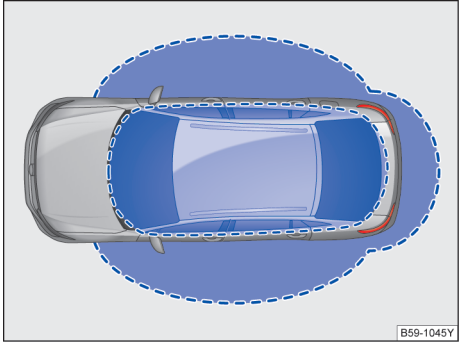
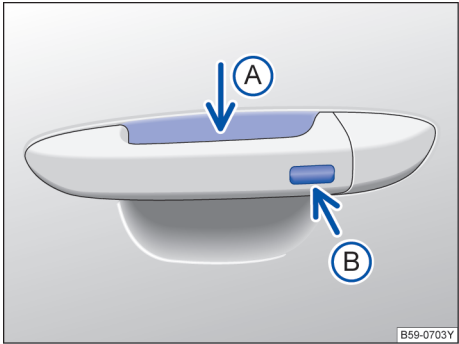

图 52 无钥匙进入闭锁/启动系统：工作范围
图 53 无钥匙系统 Kessy：车门拉手上的传感区
Kessy 是一种无钥匙系统，它可以实现在不操作遥控钥匙的情况下解锁或锁止汽车。操作者只需随身携带一把有效遥控钥匙，并处于车门或行李厢盖的有效感应区域内→ 图 52，同时触摸车门拉手上的传感区之一→ 图 53 即可实现。
如果有一把有效遥控钥匙在有效感应区域→ 图 52 内，则无钥匙系统 Kessy 会将访问权限授予该钥匙。紧接着可以在不主动操作遥控钥匙的情况下执行以下功能: ▶
- 触摸在驾驶员或副驾驶员车门拉手内侧的传感区→图 53 (箭头 A)。
- 触摸车门拉手上的传感区→图 53 (箭头 B) 一次。汽车锁止。
如果在行李厢盖的有效感应区域→图 52 有一把有效的遥控钥匙。
- 要便捷关闭所有电动车窗和天窗, 请用手指按住车门拉手上的传感区→图 53  几秒钟。
- 松开传感区→图 53  即可中断该功能。如果在松开车门拉手上的传感区→图 53  后立即将手放入  内, 则所有车窗停在原位置 (安全功能)  →第 70 页。